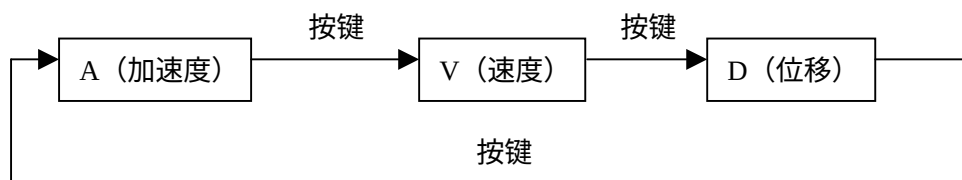

图 3-3
A.V.D 键:A 代表加速度、V 代表速度、D 代表位移。它用于三种测量方式的切换,其切换过程如图 3-3。需要说明的是仪器在第一次使用时默认测量方式为加速度方式。